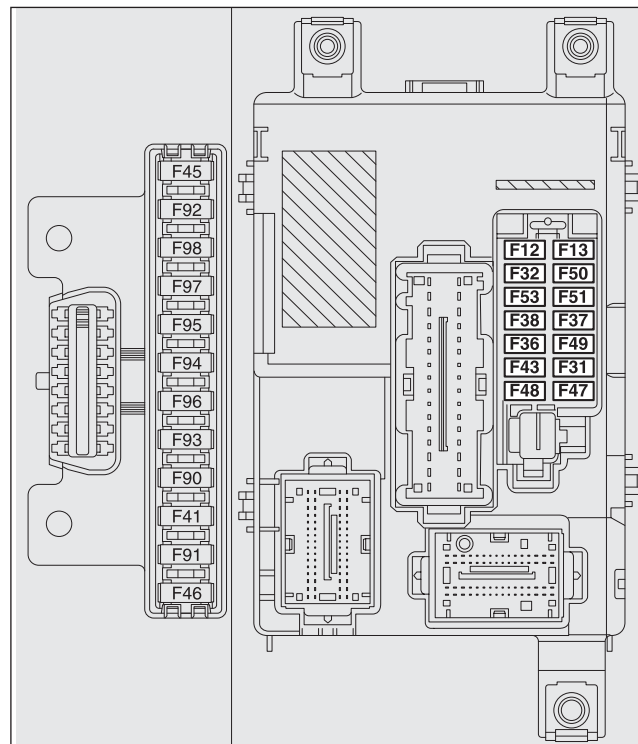

рис. 177
Предохранители расположены в двух блоках, показанных на рис. 177.
Исполнения без фальш-вывода рис. 177с
- нажмите кнопку А - рис. 177с, чтобы отсоединить проводник В от датчика С проверки состояния аккумулятора (находится на минусовом выводе аккумулятора);
рис. 177с